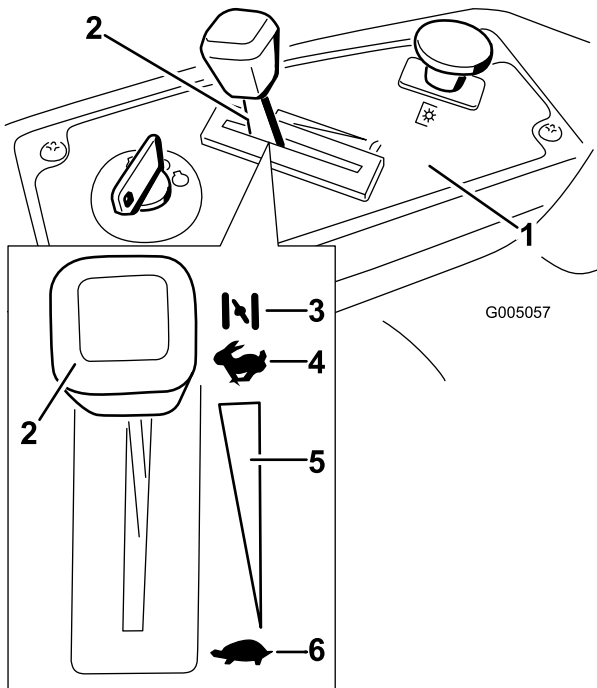

Figura 11
3. Mueva la palanca del acelerador a la posición Estárter antes de arrancar el motor si éste está frío (Figura 11).
5. Cuando el motor arranque, mueva el acelerador a la posición Rápido (Figura 11). Si el motor se cala o funciona irregularmente, vuelva a colocar el acelerador en Estárter durante unos segundos. Repita este procedimiento tantas veces como sea necesario.
3. Gire la llave de contacto a Desconectado (Figura 11).